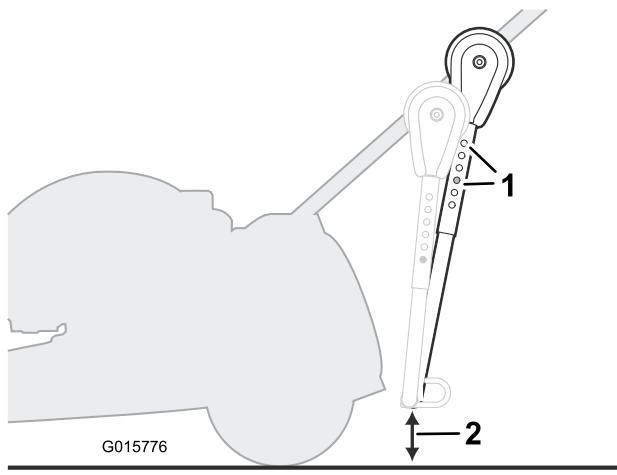

Figure 4
- Déplacez les brides vers le haut ou le bas pour incliner l'ensemble d'attelage et le rapprocher autant que possible de la tondeuse, sans heurter le plateau de coupe ni gêner le système de ramassage (Figure 4).